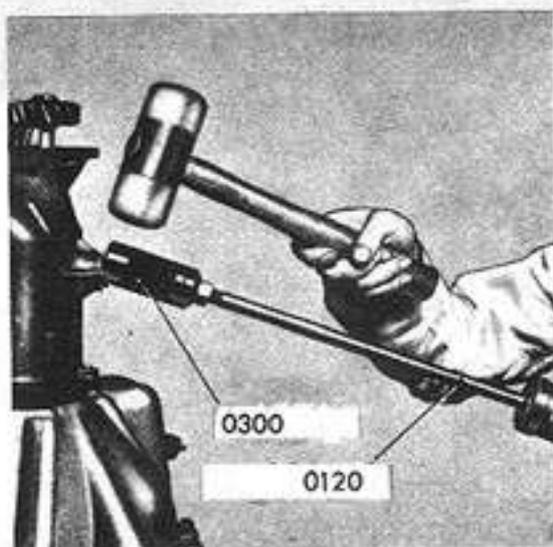

Fig. 11 - Extracción del tapón del eje de la palanca de M.A.
8. Enroscar en la herramienta N° 0120, la herramienta N° 0300 y colocarla en el tapón del eje de la palanca de marcha atrás golpeándolo con un martillo plástico. (Fig. 11).